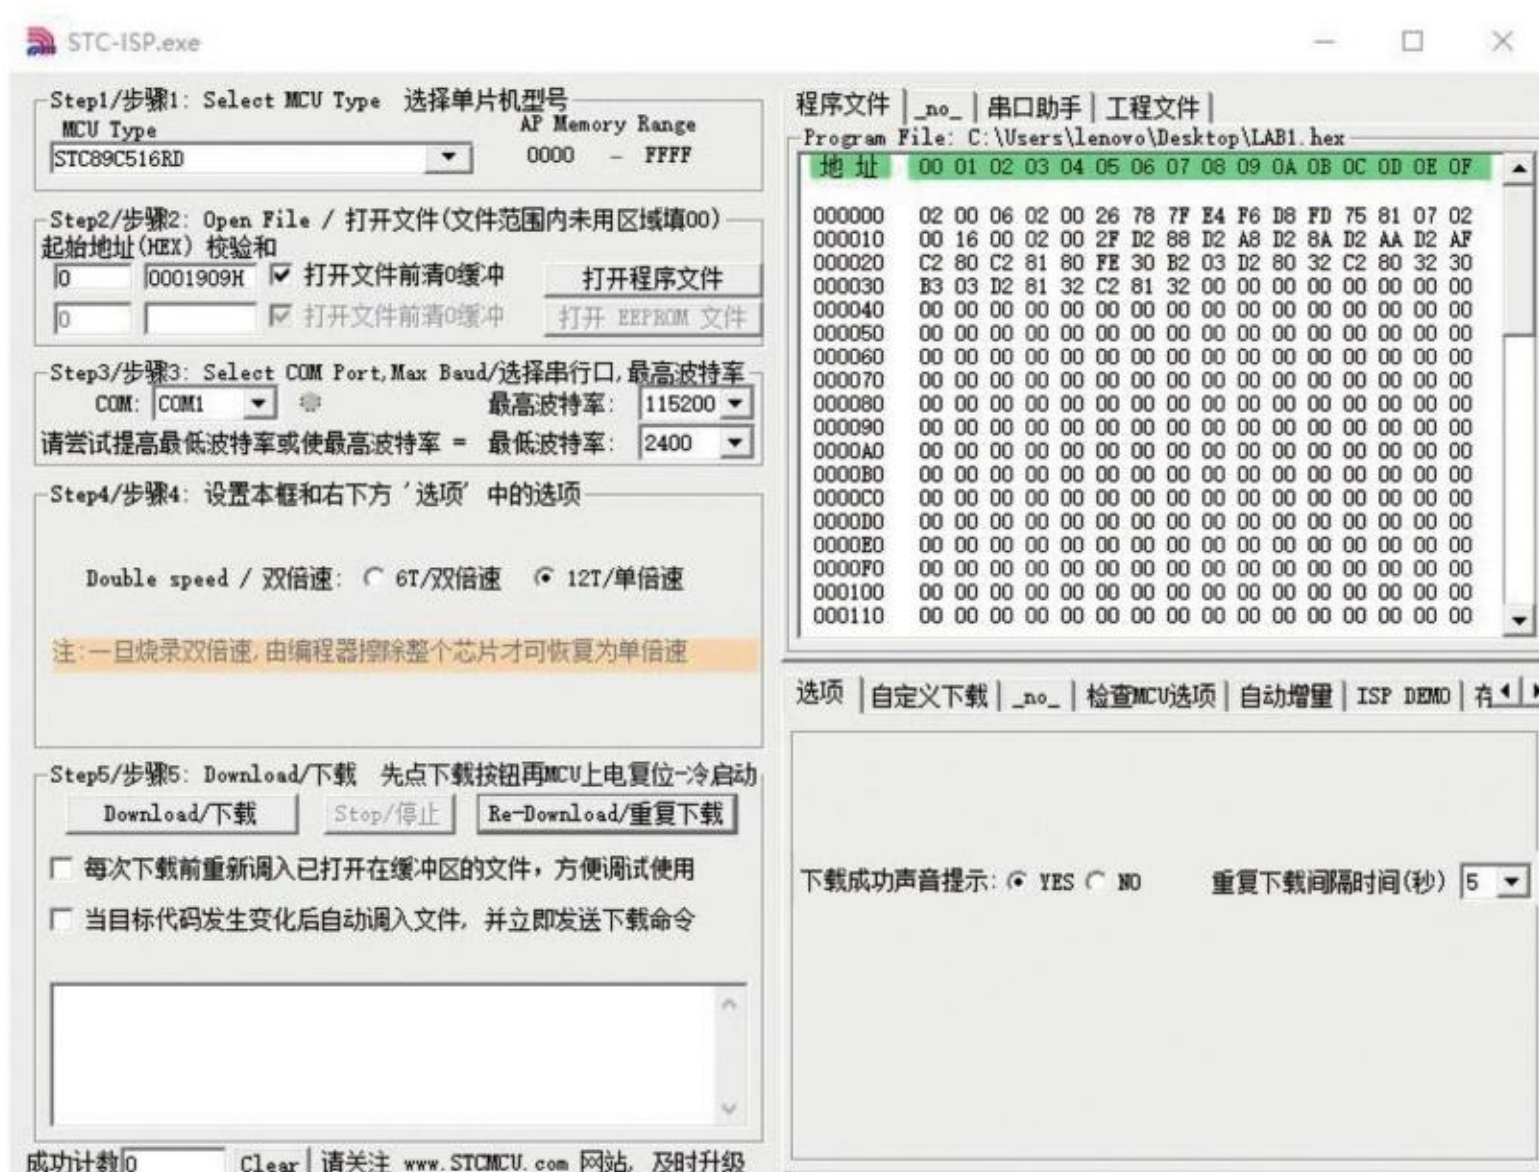

图2-17 使用STC-ISP将控制程序烧写入单片机
(3) 将编写好的程序烧写至单片机(图2-17), 注意烧写的程序后缀为 .hex, 点击下载按钮后要对单片机先断电再上电;